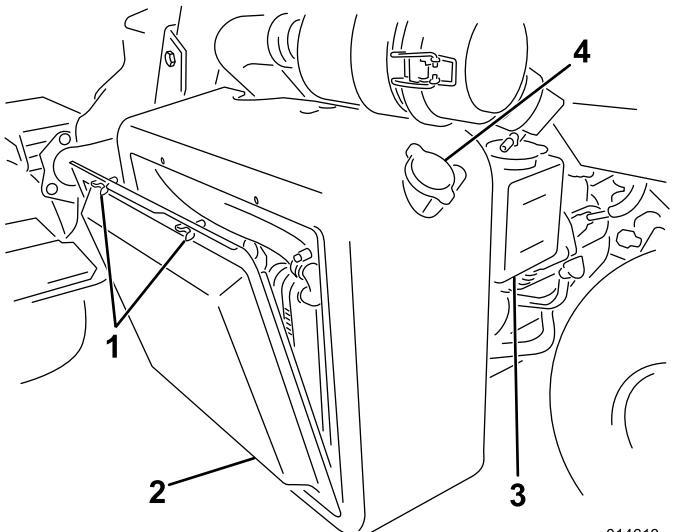
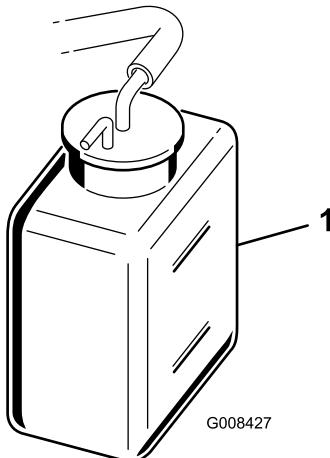

Bild 40
Bild 41
1. Entfernen Sie das Gitter (Bild 40).
2. Prüfen Sie den Kühlmittelstand (Bild 40 und Bild 41).